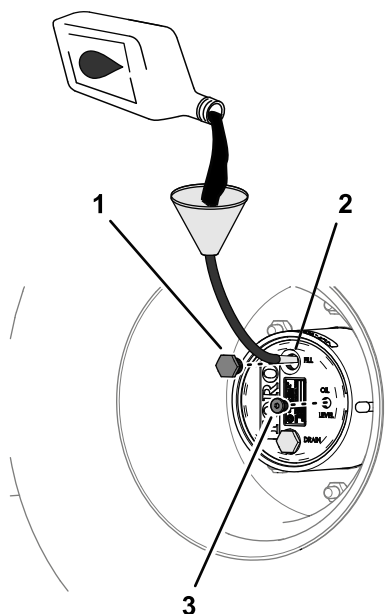

Figura 98
verificación (Figura 98); consulte Especificación del lubricante del engranaje planetario (página 73).
6. Instale el tapón de llenado y el tapón de verificación (Figura 98).
1. A través del orificio del tapón de llenado, añada lentamente el lubricante de engranajes especificado; consulte la Figura 98 de Comprobación del lubricante de la transmisión planetaria \(página 73\).
3. Instale el tapón de llenado y el tapón de verificación; consulte la Figura 98 de Comprobación del lubricante de la transmisión planetaria \(página 73\).